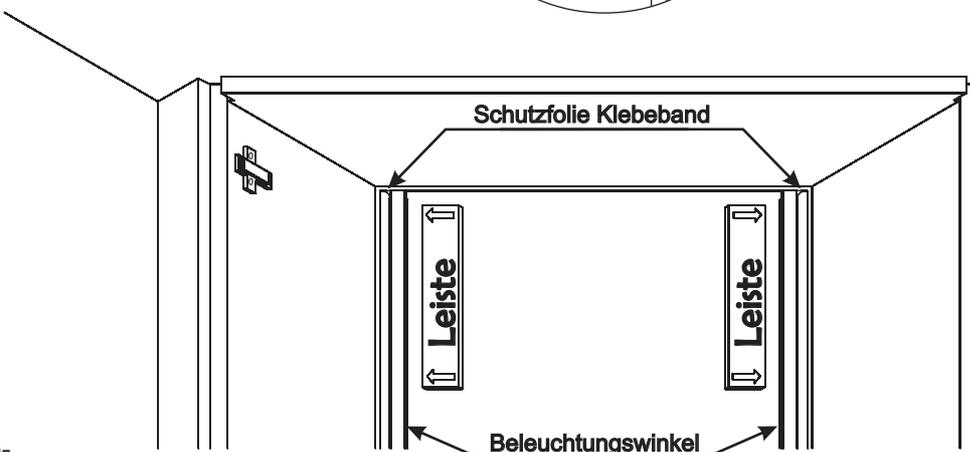

Abb. 2
3. Entfernen Sie die Schutzfolie des Klebestreifens von der Leuchte und drücken den Winkel an die Seite. Um einen gleichmäßigen Abstand zur Rückwand zu gewährleisten, verwenden Sie die mitgelieferte Montageleiste als Distanz. (Abb. 2 & 3)
2. Der Ein- / Ausschalter wird zwischen dem Vorschaltgerät und dem Sechsfach - Verteiler angeschlossen. Dazu trennen Sie zuerst den Verteiler vom Vorschaltgerät. (Abb. 2)